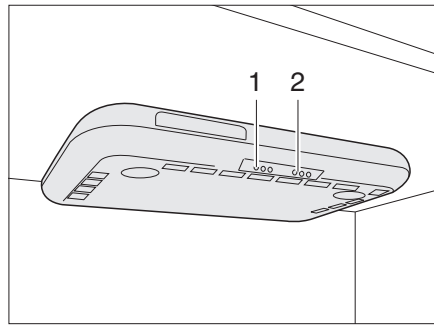

Bild 228 Dunstabzug
- Den Dunstabzug mit dem Schalter (Bild 228,1) ein- und ausschalten.
- Die Kochstellenleuchten mit dem Schalter (Bild 228,2) ein- und ausschalten.